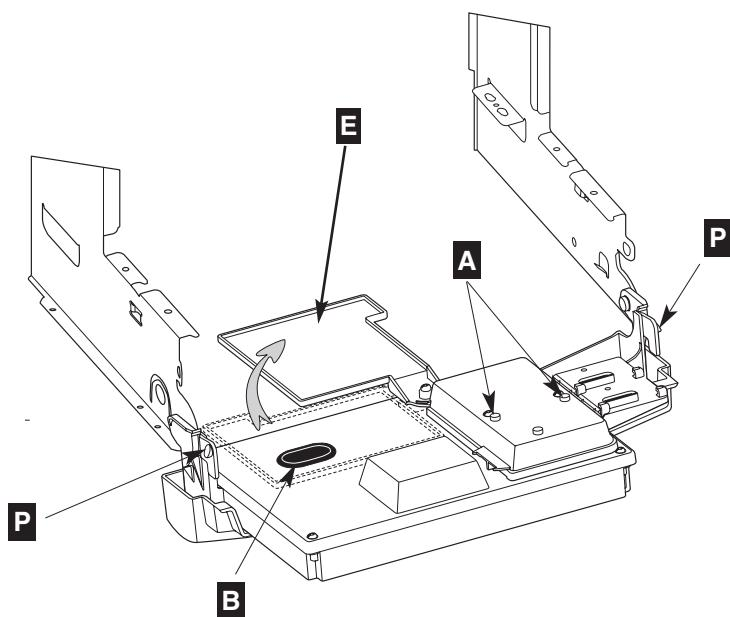
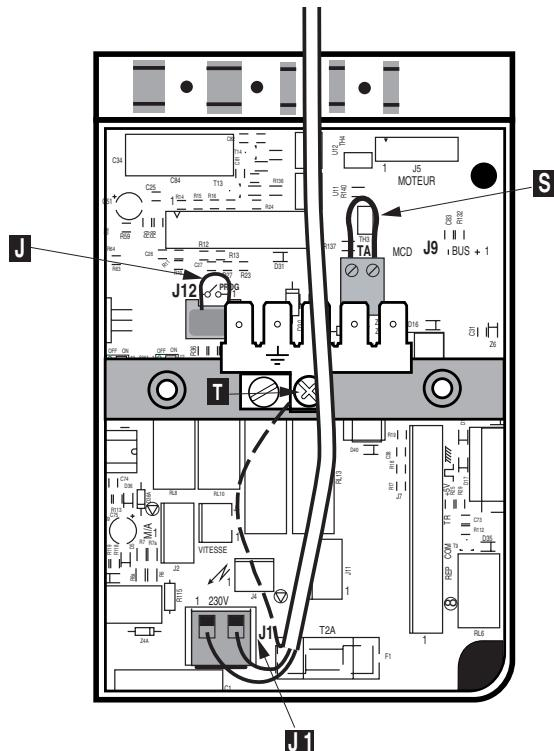

Fig. 11
Fig. 12
- dévisser les deux vis **A** (fig.11) de fixation du capot de protection, ôter le capot.
A sa sortie d'usine, la chaudière est réglée pour fonctionner sans thermostat d'ambiance, un shunt **S** est placé sur le connecteur **J9** (fig.12).
Pour ces réglages, intervenir à l'arrière du boîtier électronique (en l'ayant fait pivoter pour l'abaisser). Faire basculer le porte notice **E** vers le bas (fig. 12), les réglages se trouvent derrière le bouchon en caoutchouc **B** (fig.11). Mettre la chaudière hors tension.
Le connecteur **J12** représenté (fig. 12) muni d'un shunt, est prévu pour raccorder un programmeur optionnel (voir la notice correspondante s'il y a lieu).